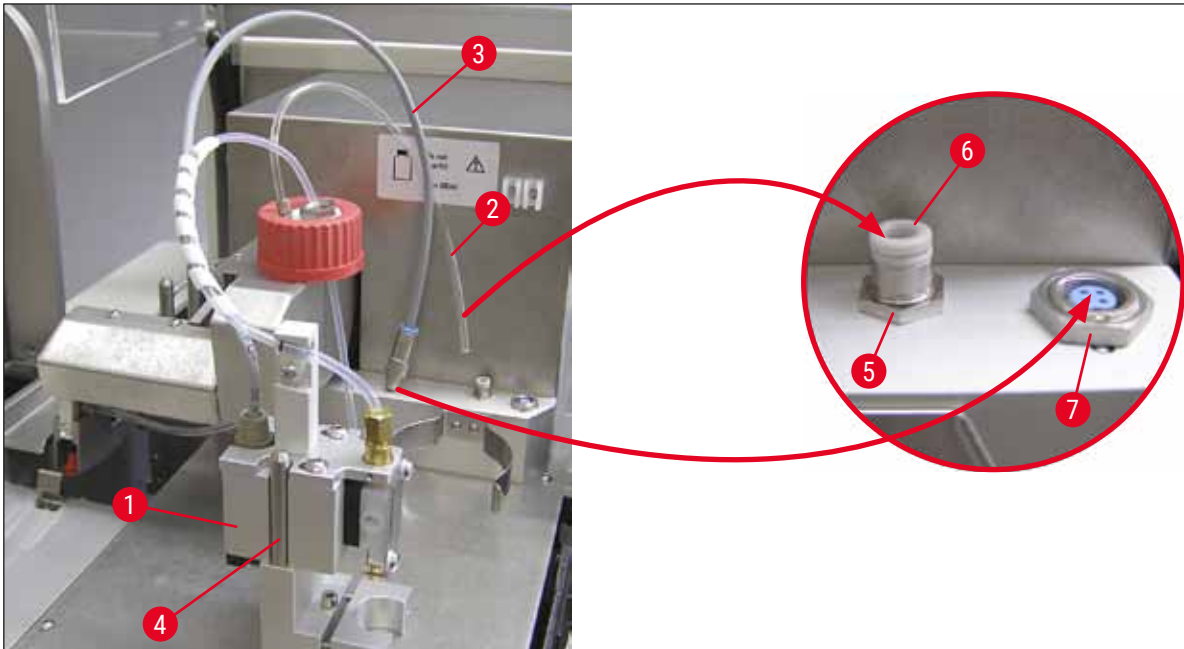

Fig. 11
2. Introduceți dozatorul (→ Fig. 11-1) în suport (→ Fig. 11-4) pentru poziția de amorsare (→ Fig. 11).